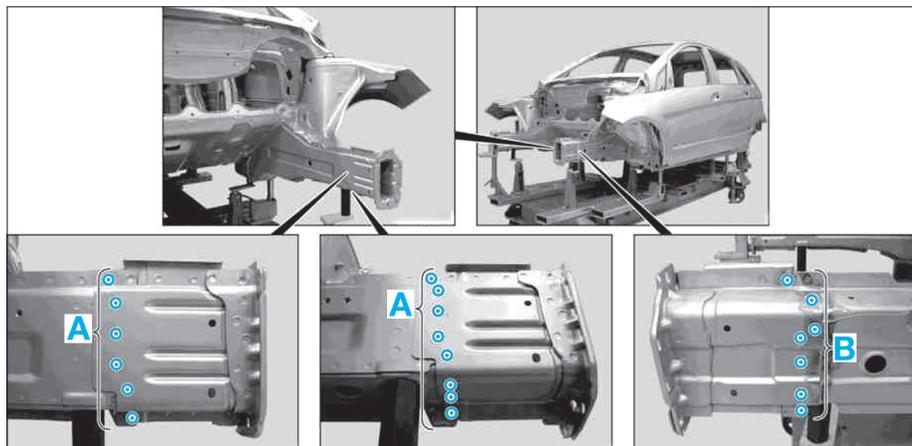

FIG. 1
- Fraiser les points de soudure, zones (A) et (B) (Fig.1).